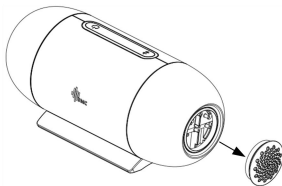

Fig. 19-1
- (1) Abra la tapa del filtro de aire para quitar el filtro de aire.
- (2) Coloque el nuevo filtro de aire en el área del filtro y luego vuelva a colocar la tapa del filtro correctamente, como se muestra en la Fig. 19-1.